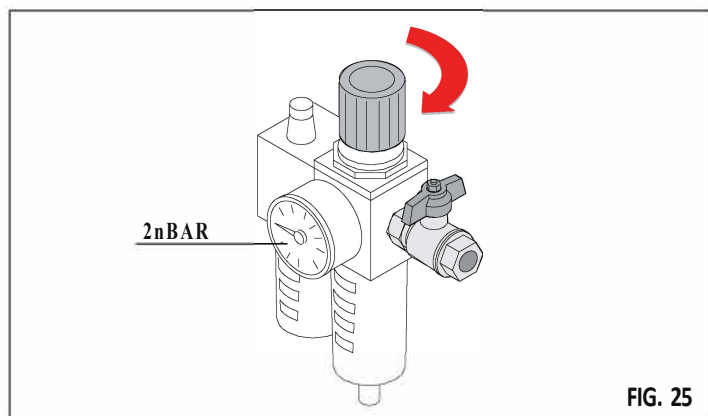

FIG. 25
7) A questo punto, alzare il valore della pressione dell'aria da 2 a 7 bar, a seconda del grado di viscosità del prodotto utilizzato (fig.25).